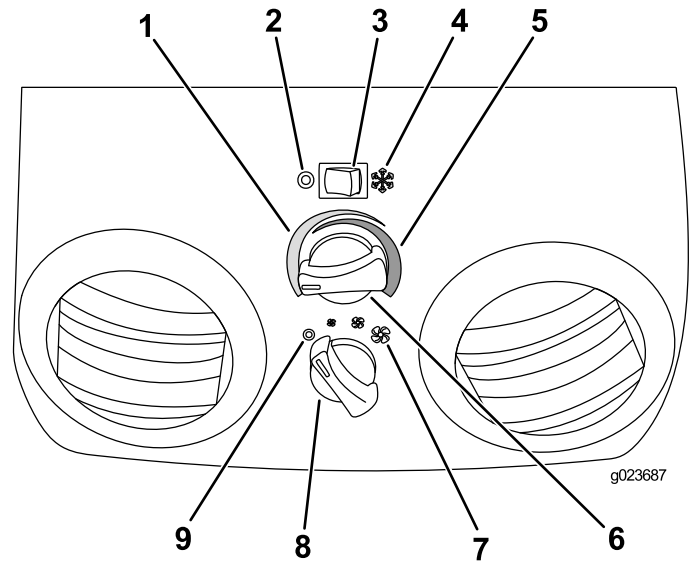

Figura 96
1. Presione el interruptor del aire acondicionado hacia la derecha para moverlo a la posición de Encendido (Figura 96).
3. Gire el mando de la temperatura hacia la izquierda hasta que llegue a la temperatura deseada (Figura 96).
4. Ajuste la velocidad del ventilador a baja, media o alta (Figura 96).
1. Mueva el interruptor del aire acondicionado a la izquierda para apagar el aire acondicionado (Figura 96).
3. Gire el mando de la temperatura hacia la derecha hasta que llegue a la temperatura deseada (Figura 96).